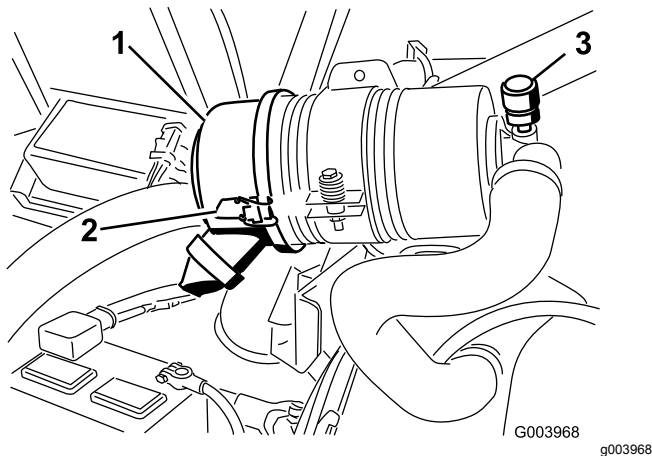

Figura 46
Faça a manutenção ao filtro de ar apenas quando o indicador de serviço (Figura 46) o exigir. Mudar o filtro de ar antes de ser necessário apenas aumenta a possibilidade de entrar sujeira no motor quando se retira o filtro.
1. Liberte os trincos que fixam a cobertura do filtro de ar ao respetivo corpo (Figura 46).